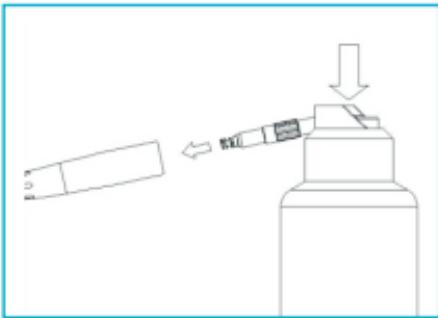

Fig. 9-2
- Die Innenflächen des Spannfutters mit einem für das Gerät zugelassenen Schmiermittel schmieren: Die Düse an den Schlauch der Sprühdose anschließen (Abb. 9-2), dann die Düse in das Spannfutter schieben und den Sprühknopf 2–3 Sekunden drücken, bis das Schmiermittel aus dem Kopf austritt.